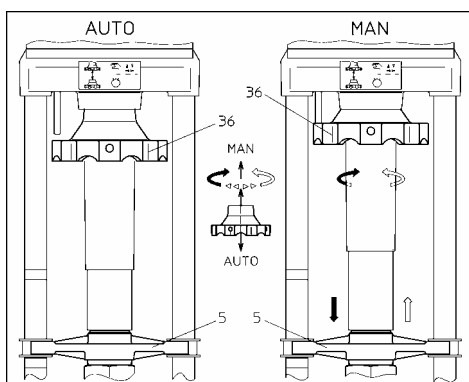

Bild 13: Handrad (36) zur Betriebsartwahl MAN / AUTO
1. Handrad (36 Bild 13) in Stellung **MAN** (manuelle Handverstellung) schieben.
2. Handrad (36) schieben und gleichzeitig drehen bis das Handrad spürbar einrastet.
3. Anschließend kann die Spindelmutter durch Drehen des Handrades (36) in die gewünschte Position gefahren werden, Sichtkontrolle über die Kupplungsstellung (5 Bild 13).
1. Handrad (36 Bild 13) in Stellung **AUTO** (Automatik) schieben.